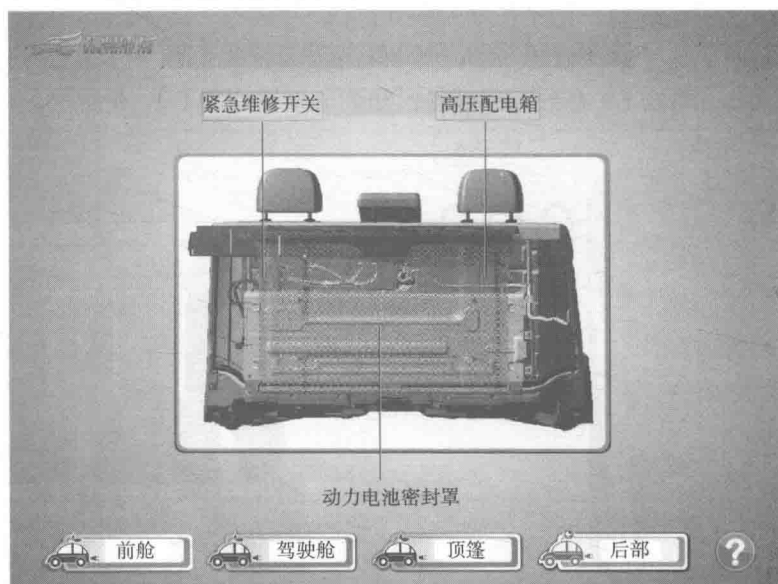

图 1-1-12 新能源汽车低压电气元件识读
(1) 低压电气元件分布图。新能源汽车低压电器元件识读如图 1-1-12 所示。